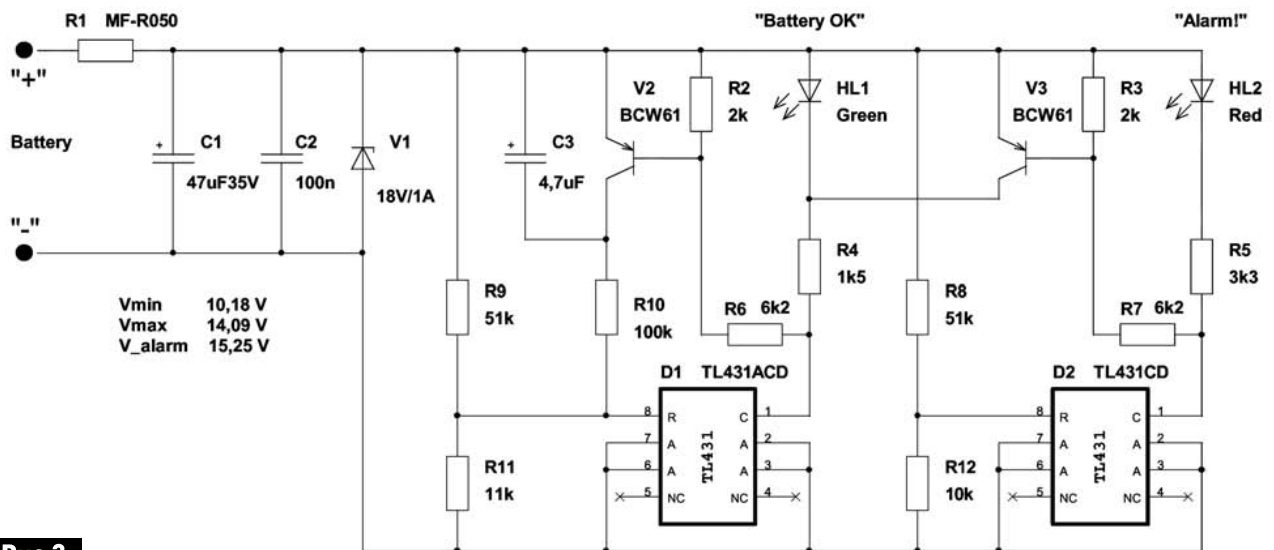
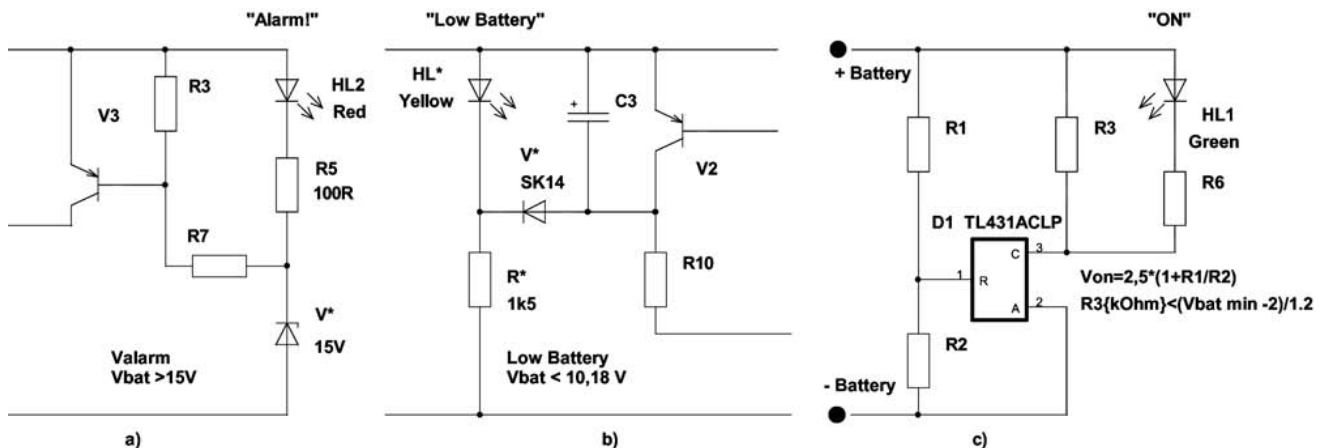

Рис.3
Рис.4
Следующая схема (**рис.3**) была разработана для стандартной автомобильной аккумуляторной батареи 13,8 В. Устройство позволяет осуществлять контроль батареи и исправность зарядного устройства.
Схема (рис.3) может быть упрощена заменой каскада на ИМС D2 на стабилитрон V* с включением, показанным на рис.4,а. Это удешевляет устройство, но снижает и точность срабатывания индикатора аварии «Alarm!». Дополнить схему можно каскадом на элементах HL*, R*, V* (желательно диод Шоттки), показанным на рис.4,б. Эта доработка будет сигнализировать (индикатор «Low Battery» HL* желтого цвета свечения) о некондиционном состоянии батареи, то есть для случая, когда напряжение на батарее ниже ее минимально допустимого уровня. Недорогой, но точный индикатор состояния батареи, выполняющий функцию индикатора включения, может быть выполнен по схеме рис.4,с. Он будет указывать только то, что напряжение батареи для данной нагрузки не ниже заданного.
6. Простая компоновка на односторонней печатной плате малой площади 28x28 мм для схемы рис.3 при использовании ИМС в корпусах 8-SOP.
Внимание! Резистор в цепи катода ИМС TL431 (резистор R5+R4 на рис.1, резистор R5 на рис.2 и R2+R6, R3+R7 на рис.3) не может быть удален или заменен цепочкой «резистор» – «светодиод» или «резистор» – «полупроводниковый переход». Это необходимо для надлежащего функционирования ИМС TL431. В любом случае, к цепочке «резистор» – «светодиод» или «резистор» – «полупроводниковый переход» должен быть обязательно подключен параллельно некоторый катодный резистор (например, R5 в схеме рис.2 или R4+R5 в схеме на рис.1), обеспечивающий обязательный для должного функционирования схем минимальный начальный ток через ИМС не менее 1 мА во включенном состоянии [3]. Необходимо также учитывать, что у разных изготовителей (например, у Fairchild и Motorola) суффиксы, определяющие полные спецификации, тип корпуса и диапазон рабочих температур ИМС TL431, не совпадают. Имеются и аналоги этой ИМС с другими названиями, например, LM431 производства National Semiconductor. У этого производителя есть вариант рассматриваемой микросхемы в удобном малогабаритном корпусе SOT-23, например, LM431BCM3/N1D.
Таблицы для вычисления номиналов элементов мониторов (рис.1–рис.3) содержатся в файле «Calculations.xls», а трассировка и сборка печатной платы по рис.3 – в файлах «PCB_design.cdr» или «PCB_design.pdf», их можно запросить в редакции журнала по e-mail: electrik@sea.com.ua.